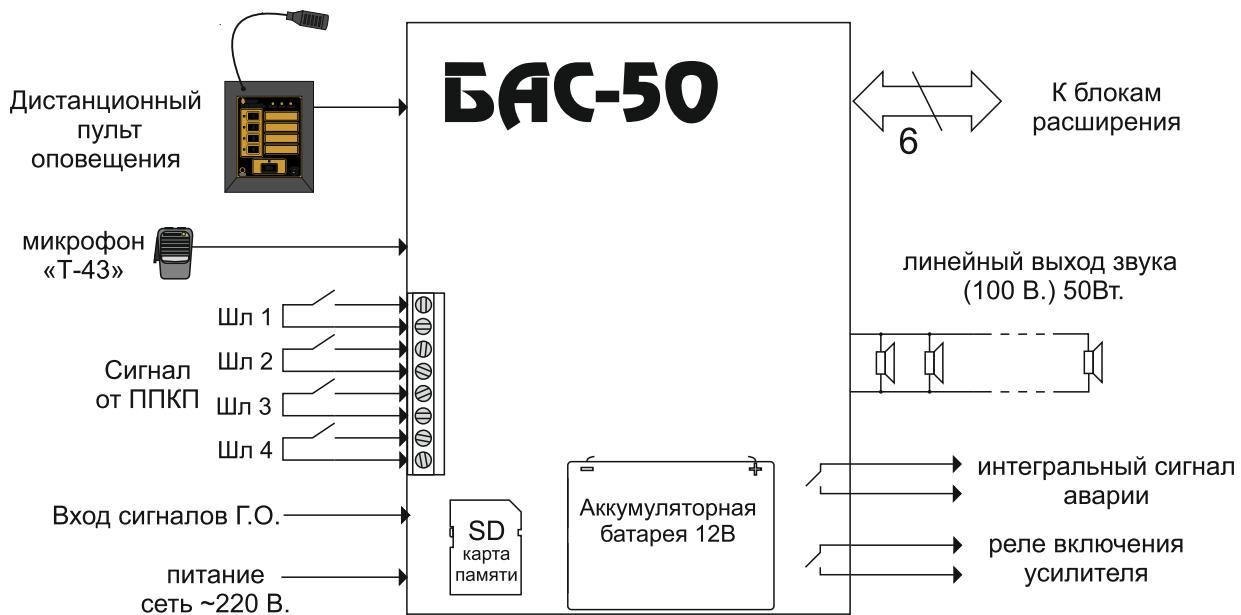

Рис. 1.1 Схема подключения БАС-50
На Рис. 1.1 схематично изображено подключение к внешним цепям для случая автономной работы устройства. Входы, обозначенные как ШЛ1...ШЛ4, служат для подсоединения шлейфов ППКП (также называемые линиями командного импульса). Всего на устройство может быть подано по шлейфам от одного до четырех независимых сигналов тревоги.
*Устройство* может быть использовано для трансляции звуковых сигналов, подаваемых на линейный вход сигналов **ГО** (см. Рис. 1.1). Этот вход является симметричным и имеет дополнительную линию приема сигнала занятия для осуществления коммутации (см. раздел 1.4.3).